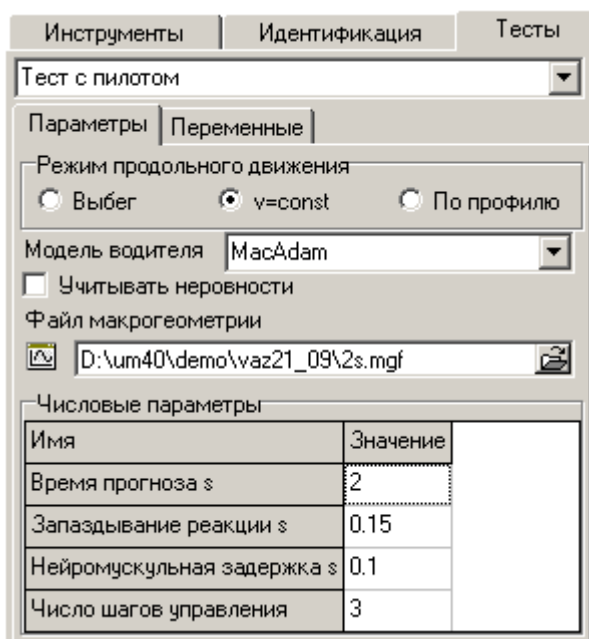

Рис. 1.9. Обгон
3. Перейдите на закладку **Автомобиль/Тесты**, см. рис. 1.9.